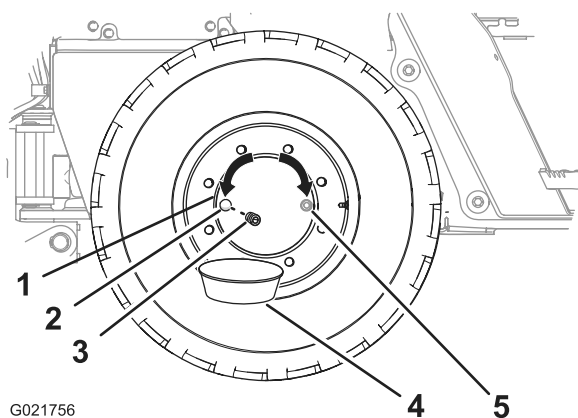

Figura 65
- Mova a máquina para frente ou para trás até que o bujão do cubo esteja na posição de 3 hs ou 9 hs (Figura 65).
- Posicione uma bandeja de drenagem sob o bujão de drenagem do cubo (Figura 65).
- Remova o bujão do cubo (Figura 65).
- Verifique se o nível do óleo está alinhado com a parte inferior do orifício de drenagem (Figura 65).
- Instale o bujão no orifício de drenagem do cubo (Figura 65).